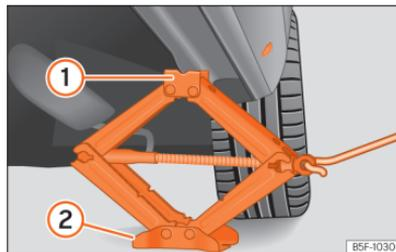

Fig. 200 Longarina: colocação do macaco do veículo.
- Rode a manivela do macaco, colocado por baixo do ponto de apoio da longitudinal, para levantá-lo até que o ressalto ① » » » Fig. 200 se encontre por baixo do alojamento previsto.
- Alinhe o macaco de forma a que a patilha ① «encaixe» no alojamento previsto da longitudinal e que a placa base móvel ② fique apoiada no chão. A placa base ② deve ficar colocada na vertical relativamente ao ponto de apoio ①.